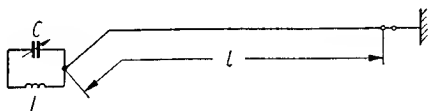

Bild 50. Fuchs-Antenne
- * 11. Erläutere den Aufbau einer Fuchs-Antenne für das 80-m-Band! (Bild 50) $f = 3650 \text{ kHz}$; $\lambda = 82,2 \text{ m}$;